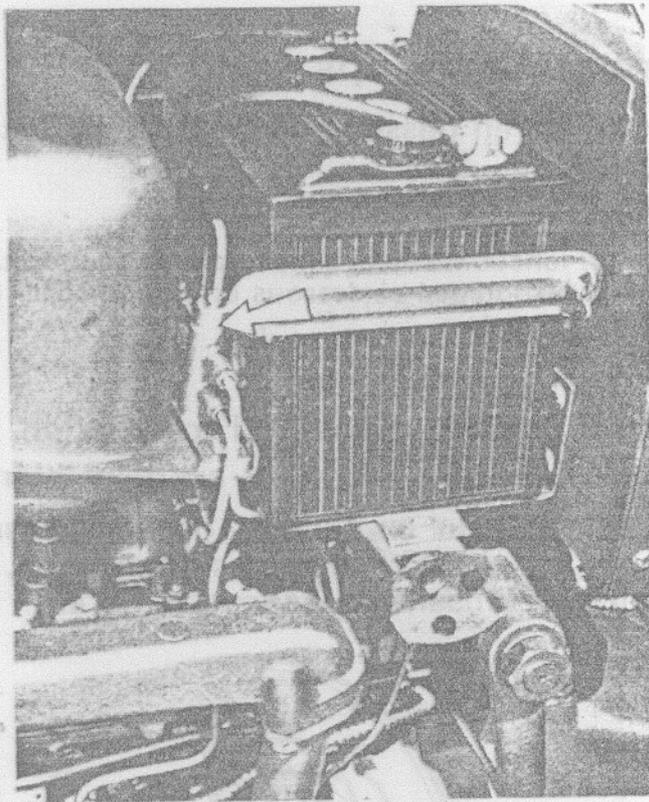

Fig. 15
Si le combustible ne s'écoule pas, ceci indique que le réservoir auxiliaire (fig. 15) est vide. Le remplir en actionnant le levier de la pompe d'alimentation, puis resserrer le raccord (A) dès que le combustible s'écoule sans bulle d'air,